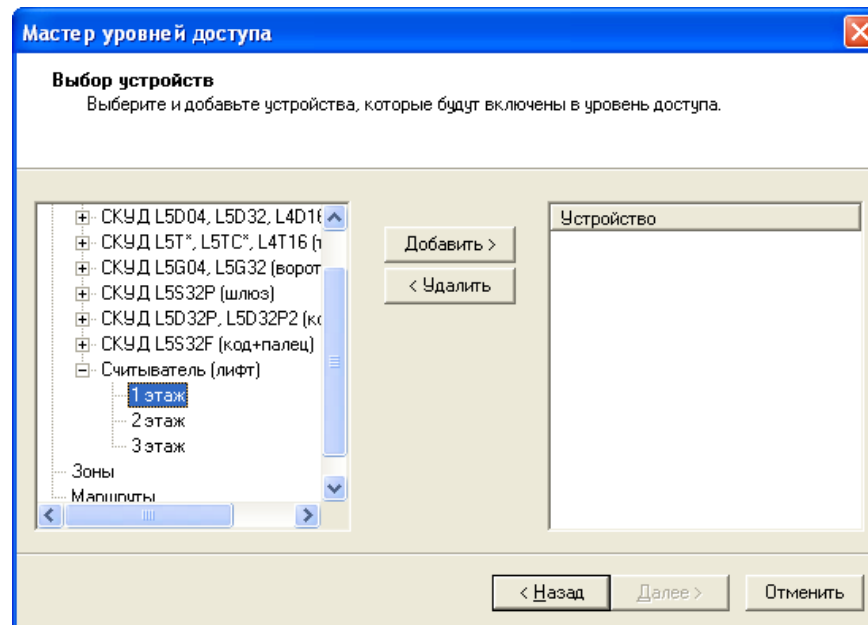

Рисунок 15
- Настройте уровни доступа ключей (см. «Руководство пользователя ПО Octagram Flex»). В качестве устройства указывается адресный модуль, имеющий тип «считыватель (лифт)» (Рисунок 15).